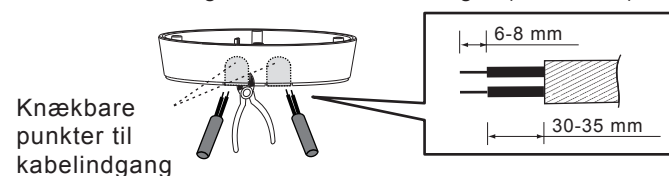

FIG. 12
- 3.4.3.2 For at føre AC-strømledningerne gennem siden af samleåsen brydes først beskyttelserne på kabelindgangene på siden af samleåsen ved hjælp af en skæretang, og derefter føres kablerne igennem. Fjern 6-8 mm kabelbeklædning for at udføre kabelføringen (Se FIG. 12).